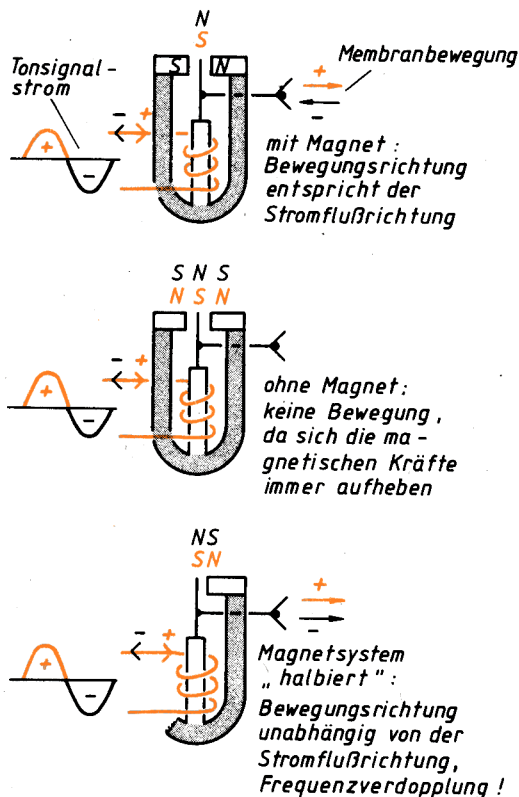

Bild 16.5 Nur das obere Prinzip funktioniert, die beiden anderen führen auf Irrwege!
16.8. Würde man den Hufeisenmagnet durch ein Weicheisenteil ersetzen, dann könnte sich die Schwingzunge zum Membranantrieb nicht bewegen. Rechts und links oben stünden ihr ein Pol gleicher magnetischer Stärke gegenüber, weil sich der von der Spule erzeugte magnetische Fluß zu gleichen Teilen in den rechten und linken Schenkel aufteilen würde (Bild 16.5). Ein findiger Kopf könnte nun auf den Gedanken kommen, einfach eine Seite des ganzen symmetrischen Gebildes fortzulassen, sagen wir die linke. Dann müßte sich doch wieder die Zunge im Takt des Tonsignals bewegen, das die Spule durchfließt, ja? Es stünden sich doch bei Stromfluß immer ein Nord- und ein Südpol gegenüber und könnten sich anziehen. Aha! Was aber, wenn die andere Halbwelle des Signals die Spule durchfließt, bei der schließlich die Membran auch in entgegengesetzter Richtung aus-